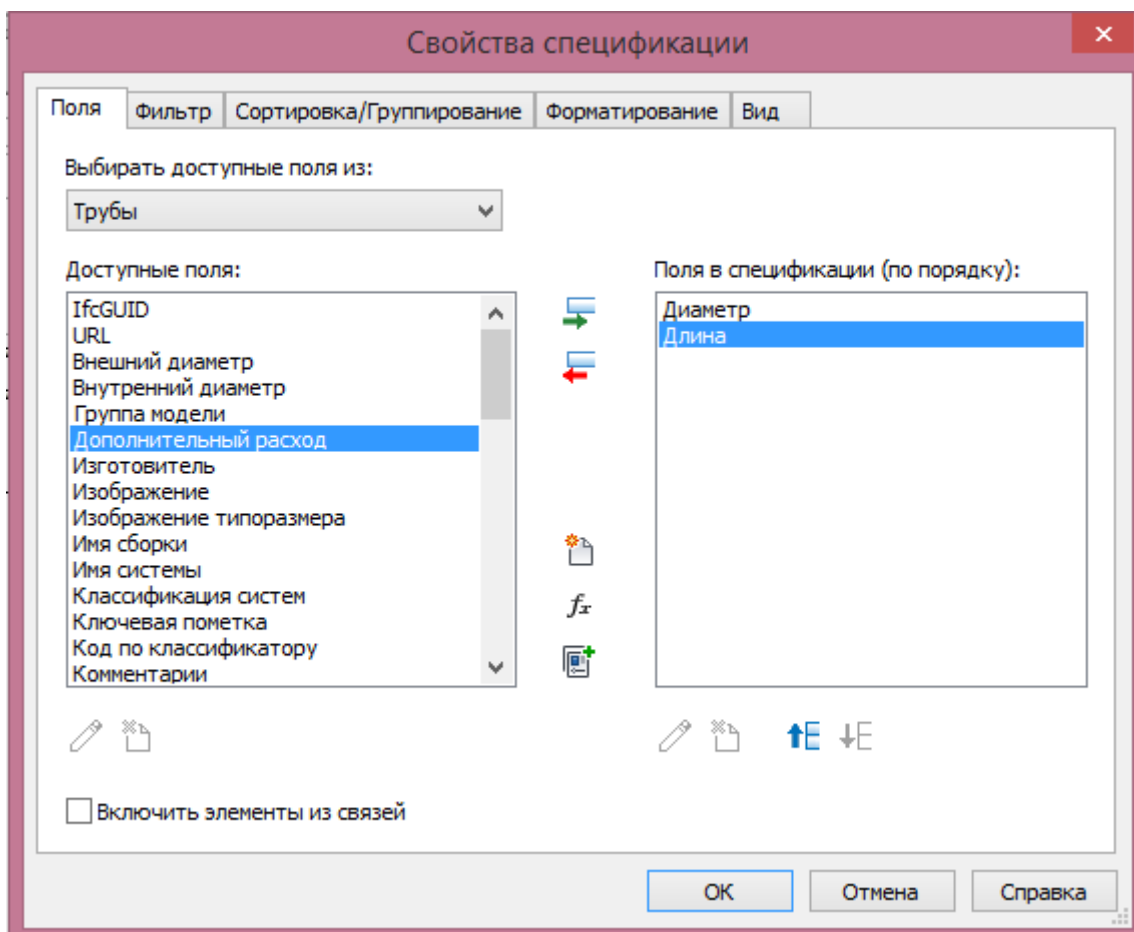

Рисунок 5.24. Настройка полей спецификации
4. Далее нажать «ОК», и в появившемся окне «Свойства спецификации» из перечня «Доступных полей» выбрать нужные для спецификации поля – «Диаметр» и «Длина» (рисунок 5.24).